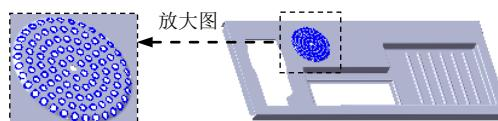

图 17.7.70 创建填充阵列 1
Step12. 创建图 17.7.70 所示的填充阵列 1。